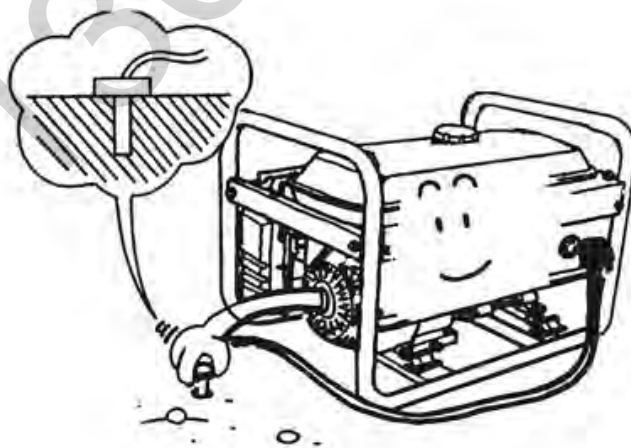

Рис. 27
5.1 Завжди з'єднайте генератор з землею, щоб запобігти його неправильне використання (Рис. 27).